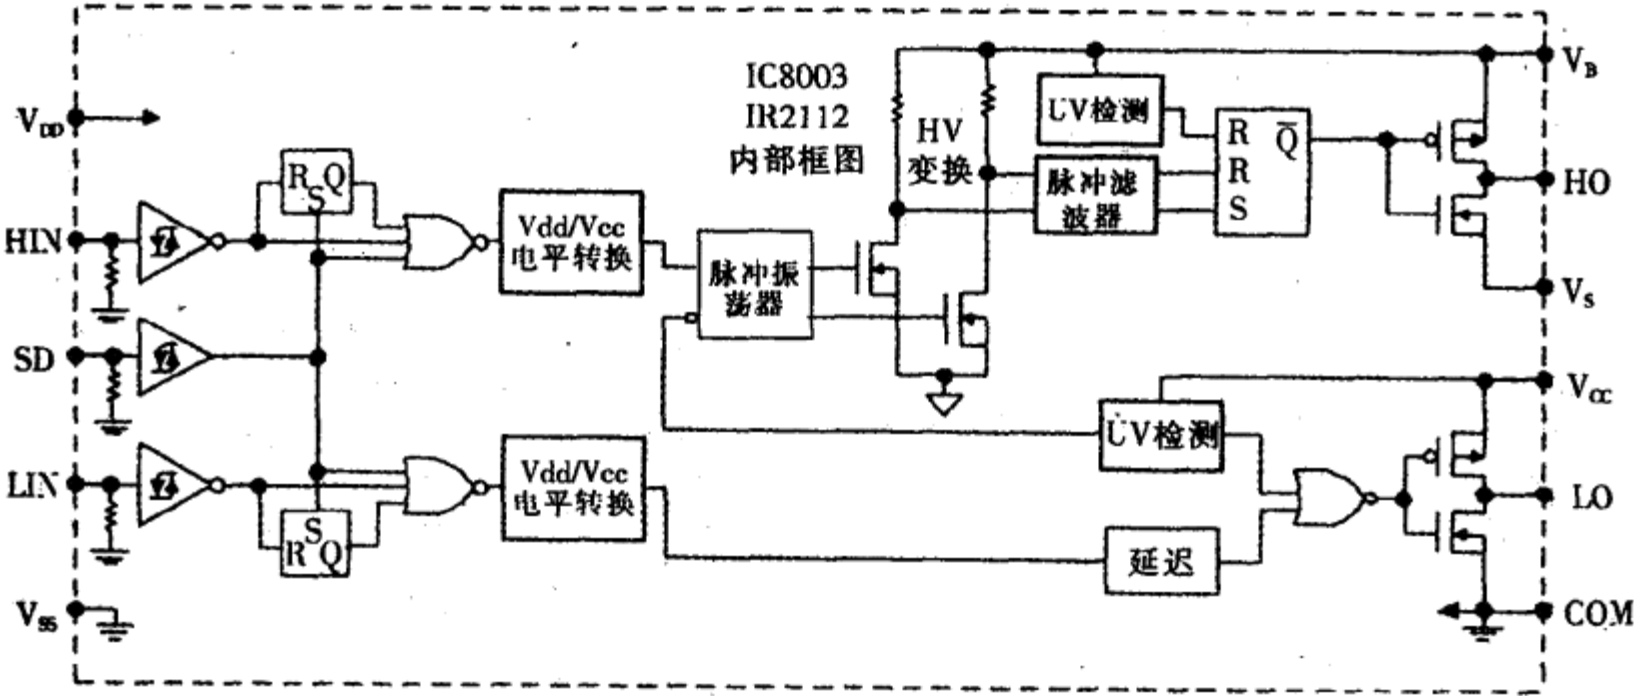

图 11
正、反相两路脉冲信号由两个推挽式电路驱动IC8003 (IR2112, 如图11及上期图8所示) 和IC8007 (IR2112)第⑪、⑫脚输入,经IC8003和IC8007进行整形和放大,在IC8003和IC8007第①、⑦脚输出。IC8003和IC8007将脉冲幅度放大足够后,再由Q8007、Q8008、Q80014和Q8015(四个场效应管型号为IRF1744G)组成的桥式功率放大电路,放大输出到开关变压器T8005第①脚、③脚。